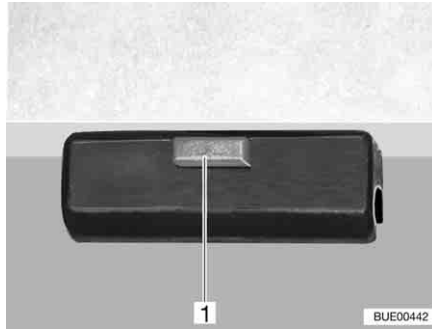

Fig. 105 Bloccaggio
- Aprire il bloccaggio (Fig. 105,1) del piano del tavolo.